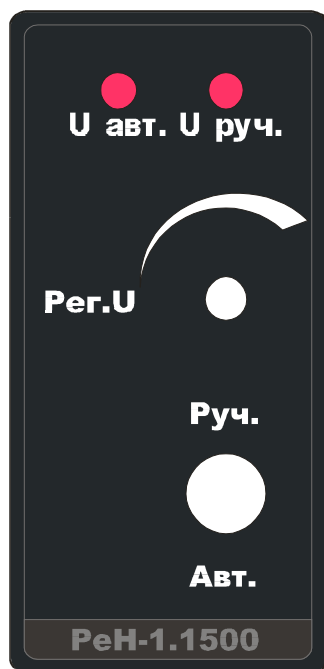

Рис.2. Внешний вид передней панели прибора PEH-1.xxxx
1.2. Прибор обеспечивает качественный контроль за уровнями управляющих сигналов с помощью светодиодных индикаторов, расположенных на передней панели прибора (Рис.2).